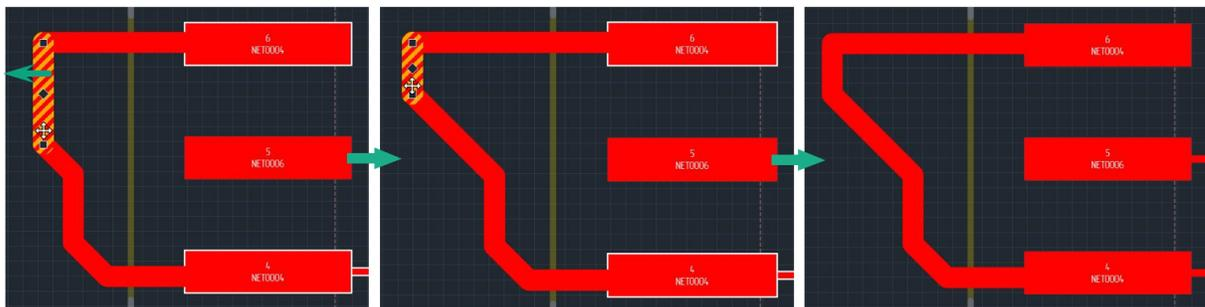

Рис. 281 Перемещение сегмента трека
2. Нажмите левую кнопку мыши и, удерживая ее, переместите сегмент. Перемещение сегмента определяется перемещением курсора, см. Рис. 281.